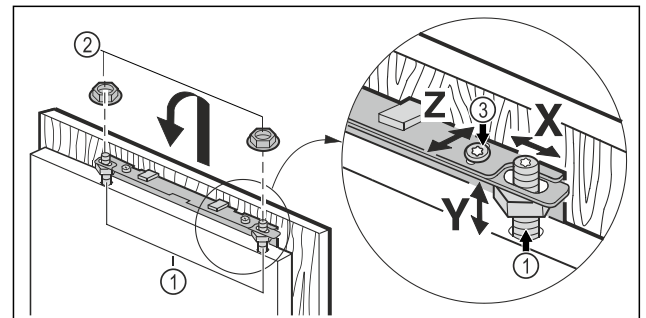

Fig. 44
- Möbeltür auf die Justagebolzen Fig. 44 (1) einhängen und Kontermuttern Fig. 44 (2) locker auf die Justagebolzen schrauben.
- Möbeltür in der Höhe Y und in der seitlichen Neigung ausrichten: Justagebolzen Fig. 44 (1) mit einem Schraubendreher einstellen.
- Kontermuttern Fig. 44 (3) anziehen.